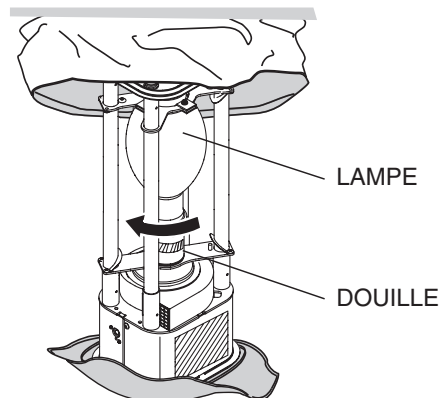

Figure 39. Retrait de la lampe
8. Appuyer sur les languette sur le support de la lampe et soulever le support pour le séparer de la lampe. Enlever la lampe (Figure 39) de sa douille en faisant tourner la lampe dans le sens antihoraire.